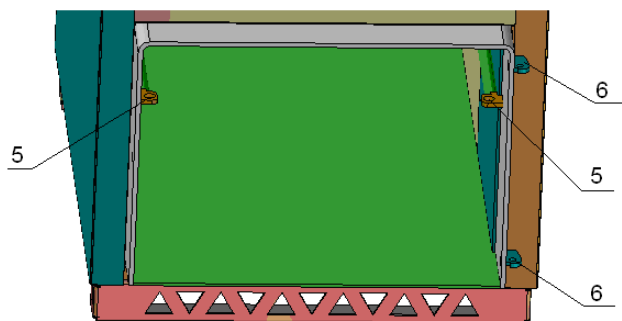
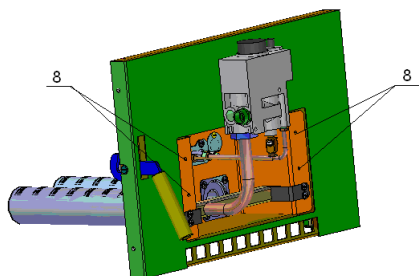

Рис.13 Крепление горелок УГТ-19S; УГТ-24S; УГТ-35S; УГТ-45S
Рис.15 Дверца в сборе с горелкой УГт (8 – винт-саморез М4х13- 4 шт.)
6.3 На кронштейны 6 (рис.13) для котлов КС-ТГ – 12/16S; КС-ТГ – 16/20S и КС-ТГ – 20/20S надевается дверца из комплекта горелок УГТ-...S (табл.2) в сборе с горелкой (рис.15).
6.3 У котлов **КС-ТГ-30/30S; КС-ТГ-40/40S** для крепления горелок УГт (**рис.16**) требуется: снять кронштейны 10 (левый и правый) с щитка горелки и установить на кронштейны 5 (**рис.13,16**) котла. На болты кронштейнов 10 надеть и закрепить горелку.